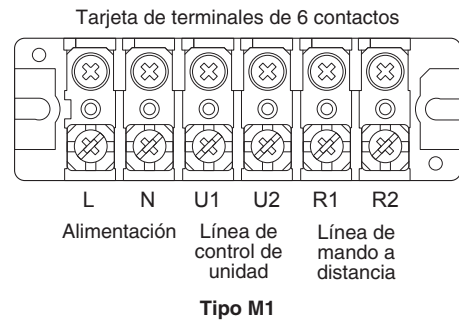

Fig. 4-2
- (1) Consulte el apartado “4-2. Longitud y diámetro de cables recomendados para el sistema de alimentación” para la explicación de “B”, “C”, “D” y “E” en el diagrama anterior.
- (2) El diagrama de conexiones básicas de la unidad interior muestra las tarjetas de terminales, por lo que las tarjetas de terminales de su equipo pueden ser distintas de las ilustradas. (Fig. 4-2)
- (3) Deberá ajustarse la dirección del circuito de refrigerante (R.C.) antes de activar la alimentación.
- (4) Con respecto al ajuste de la dirección R.C., consulte las instrucciones de instalación suministradas con la unidad del mando a distancia (opcional). El establecimiento automático de direcciones se puede ejecutar con el mando a distancia de forma automática. Consulte las instrucciones de instalación suministradas con la unidad del mando a distancia (opcional).